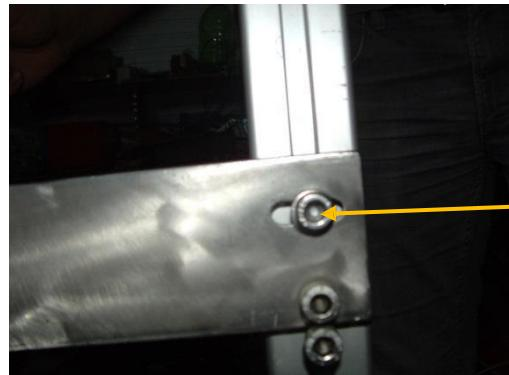

Fig. 4.5-2
- Permite o ajustare fina stanga-dreapta a intreg ansamblului din surubul “1” (fig. 4.5-2) aflat in dreptul acestuia si in stanga/dreapta operatorului, cat si intarzierea/grabirea fiecarui bac in parte.